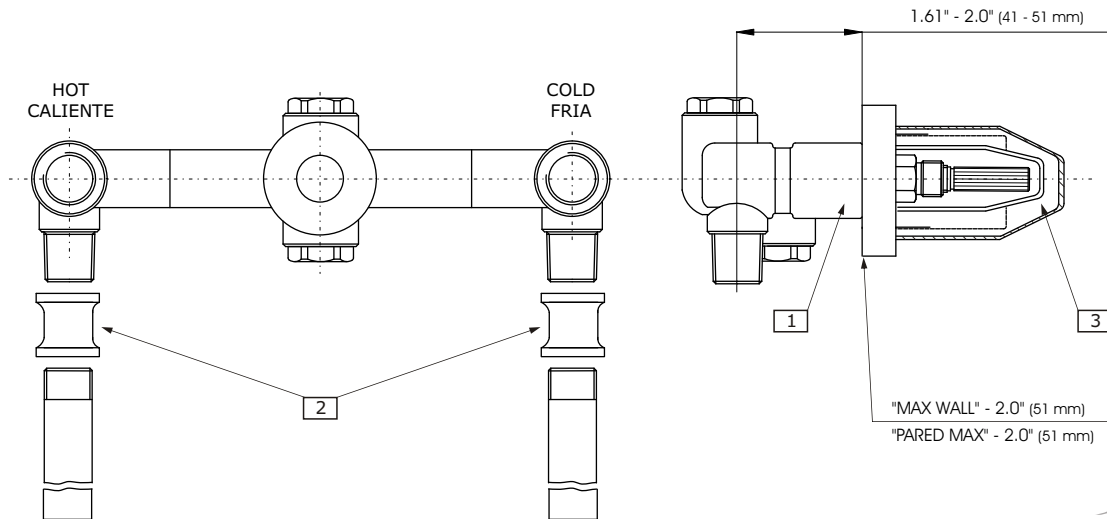

FIG. 2
- Remove plaster guard (3) /see fig. 2/ by turning and pulling.
- Slide handle cover (2) over connection (7) until snug against finished wall /see "SET-UP DIAGRAM".
- Insert spout end (8) into center of connection (7) and tighten by hand for total freedom of movement. The spout should be located like is shown on "SET-UP DIAGRAM".
- Using hex key, insert and tighten screw (12) underneath connection (7).
- Quite el protector (3) /ver fig. 2/ girando y tirando.
- Coloque la cubierta (2) sobre la conexión (7) hasta que toque la pared. /ver diagrama de instalación/.
- Inserte la terminación del grifo (8) en el centro de la conexión (7) y apriete con la mano para total libertad de movimiento. El grifo debe de ser instalado como está indicado /ver diagrama de instalación/.
- Usando la llave hexagonal, inserte y luego ajuste el tornillo (12) en la conexión (7).
- Remove plaster guard (3) /see fig.2/ by turning and pulling.
- Insert cover (2) over the ceramic cartridge (4).
- Holding the cover (2), screw the handwheel body (3) onto the ceramic cartridge (4).
- Insert handle (6) into ceramic cartridge (4).
- Using hex key, insert and tighten screw (5) underneath handle (6).
- Quite el protector (3) /ver fig.2/ girando y tirando.
- Coloque la cubierta (2) en el cartucho de cerámica (4).
- Cogiendo la cubierta (2), entornille el protector (3) en el cartucho de cartucho de cerámica (4).
- Inserte la manilla (6) en el cartucho de cartucho de cerámica (4).
- Usando la llave hexagonal, inserte y luego ajuste el tornillo (5) en la manilla (6).